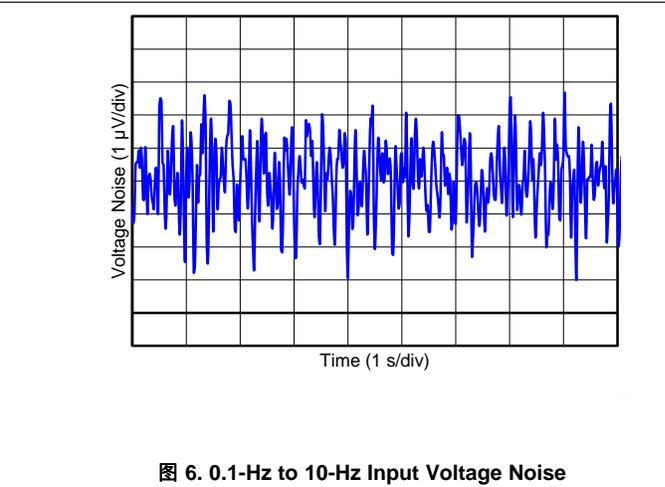

图 6. 0.1-Hz to 10-Hz Input Voltage Noise
0.1-Hz to 10-Hz Input Voltage Noise (5.5 V)	图 6